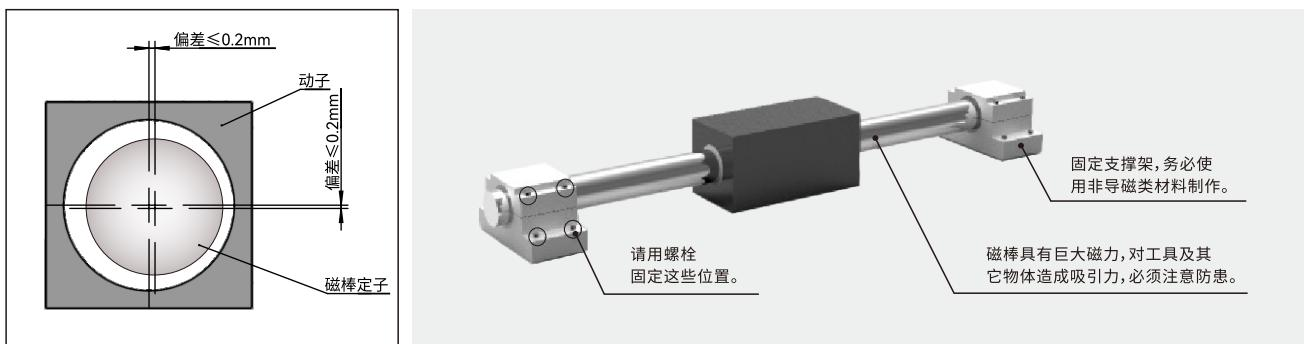

图1
1. 安装轴棒式直线电动子和磁棒定子时,要控制二者横截面的中心点位置上下偏差小于等于0.2mm。(图1)